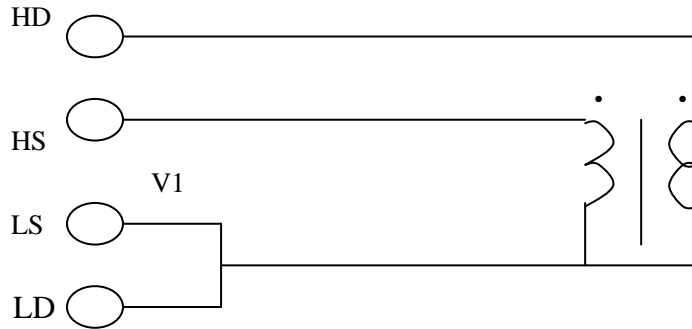

图 3-9 互感量的测量
**互感量的测量。**将变压器如图 3-9 连接，可直接测量互感量，测量时注意同名端的连接。